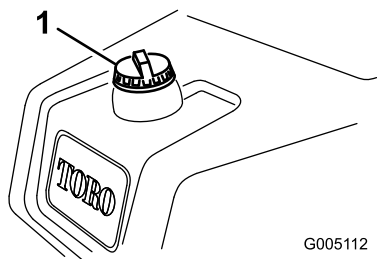

Figura 19
1. Pulite attorno al tappo del serbatoio carburante e rimuovetelo (Figura 19).